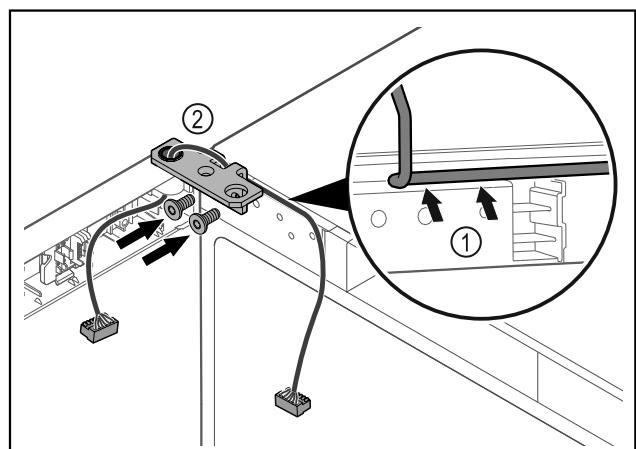

Fig. 52
▶ Faire passer le câble avec précaution par le trou de l'équerre de charnière Fig. 52 (1).
▶ Visser l'équerre de charnière Fig. 52 (2).